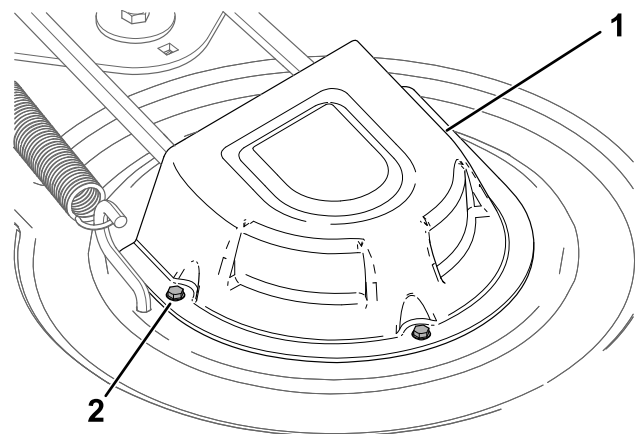

Bild 54
4. Lösen Sie die Schrauben und entfernen Sie die Abdeckungen der Riemenscheibe (Bild 54).